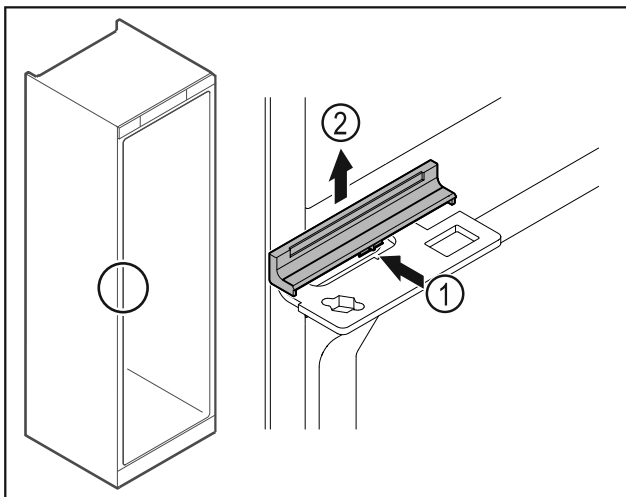

Fig. 43
- Trykk dekselet Fig. 43 (1) litt inn på midten, og trekk det opp og av Fig. 43 (2).